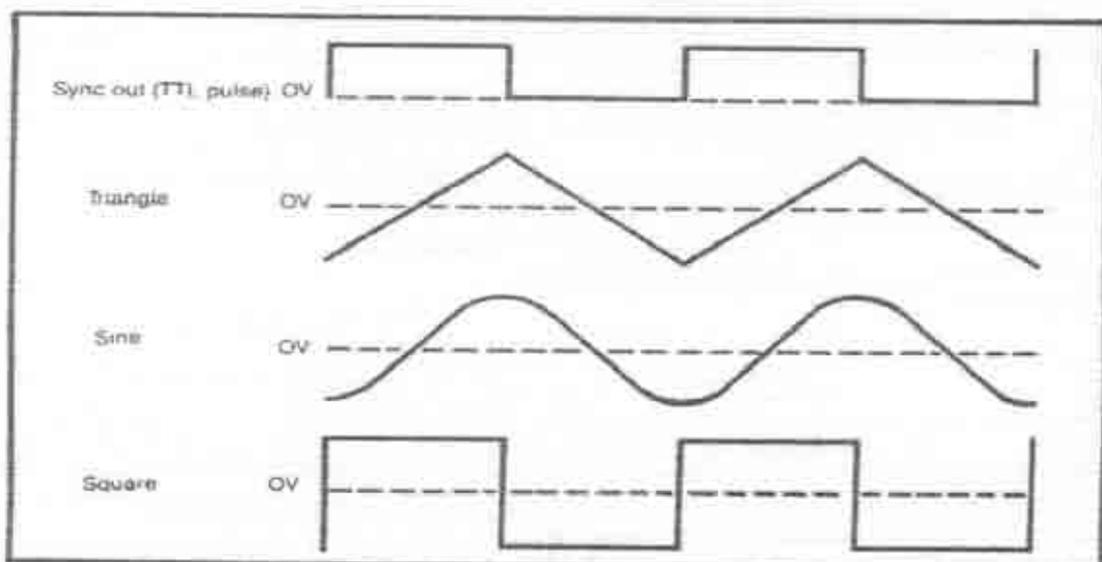

Figura 3: Salidas de forma de onda y la relación de sus fases
5. Pulse el botón de selección de formas de onda para escoger entre onda senoidal, cuadrada, triangular. La figura 3 muestra la salida de las diferentes formas de onda y sus fases.